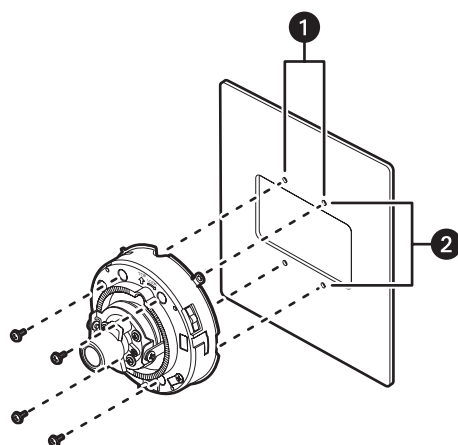

图 6. 将摄像机安装在接线盒上
- 当使用接线盒时，请在当地购买符合图 6 尺寸的接线盒。
3. 上紧所有安装螺钉。（请参见图 6）